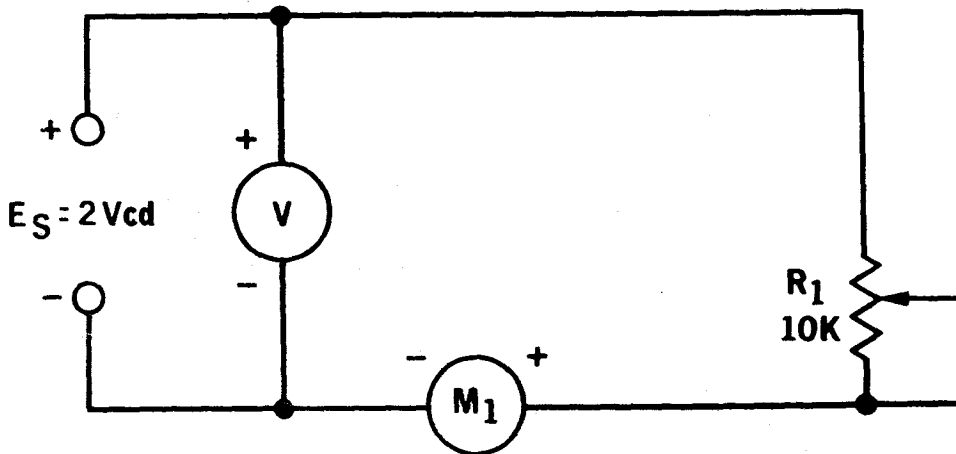

Fig. 17-1
1. En los estudios de los movimientos de un medidor se ha visto que éstos tienen cierta resistencia interna y también se identifica por una cierta cantidad de corriente para la deflexión de la aguja a escala completa. El instrumento usado en el experimento requiere un miliampere de corriente para la deflexión completa de escala. Forme un circuito en serie con el potenciómetro de 10K (conectado como reóstato) y el medidor de 0.1mA indicado en la Fig. 17-1. Conecte a la fuente de energía.